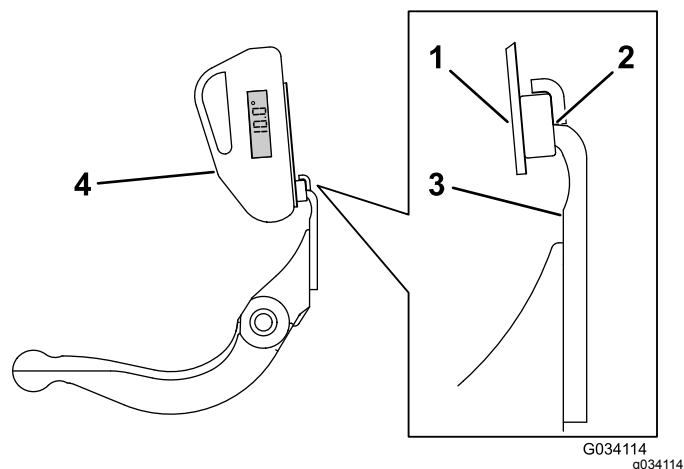

Figura 13
3. Coloque el soporte del indicador de ángulo en el borde de la contracuchilla, de modo que el borde del imán coincida con el borde de la contracuchilla (Figura 13).
4. Coloque el indicador de ángulo en el soporte, tal y como se muestra en la Figura 13.